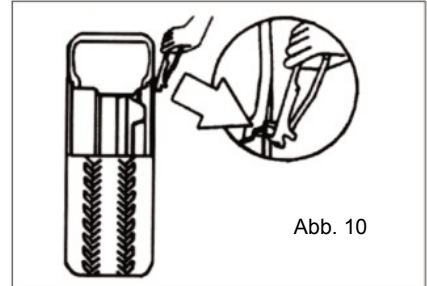

Abb. 10
- Entfernen Sie alte Ausgleichsgewichte von der Felge (Abb. 10)